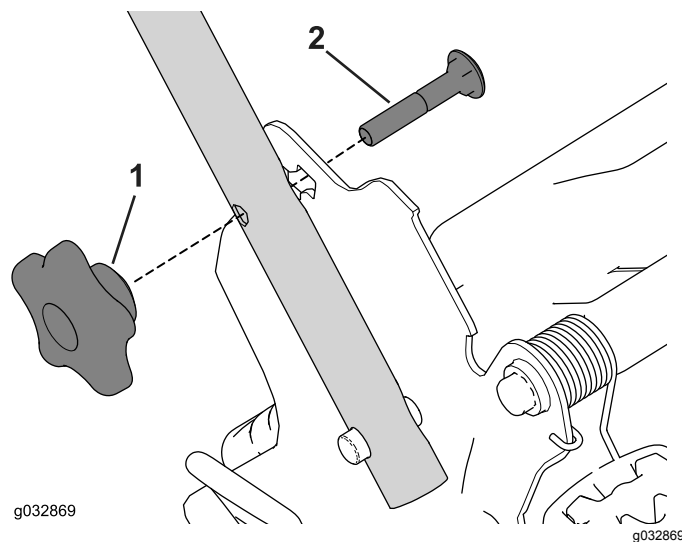

Рисунок 28
2. Снимите и сохраните две ручки и два каретных болта с кронштейнов рукоятки (Рисунок 28).